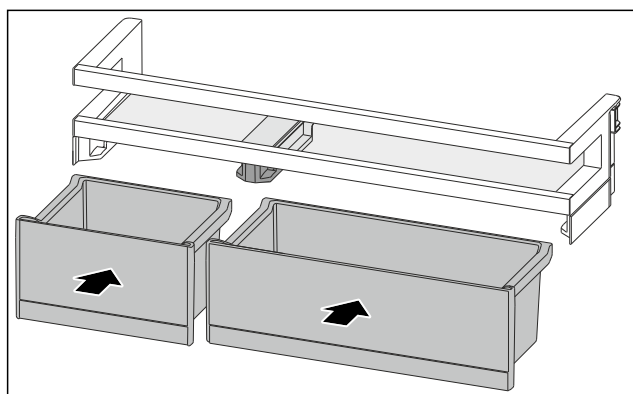

Fig. 123
- Inserire i VarioBox in posizione scambiata. (vedere Fig. 123)